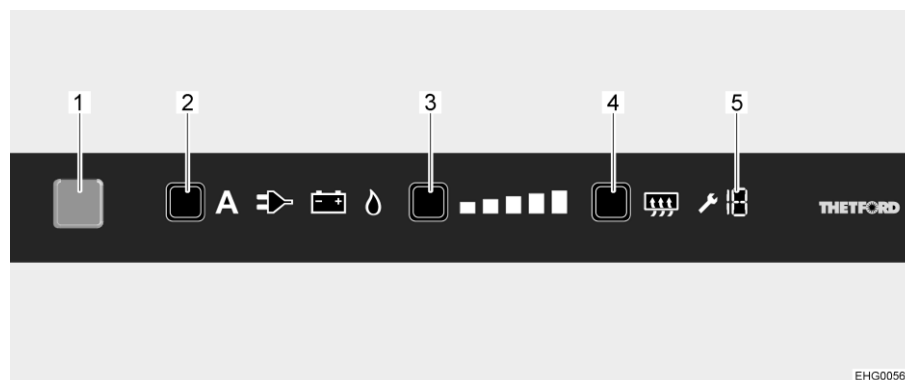

Fig. 148 Touchscreen LCD
- Premere il tasto On/Off (Fig. 148,1) per 1 secondo. Il tasto si illumina di blu. Viene visualizzata l'ultima impostazione selezionata.
- Premere il tasto di selezione energia (Fig. 148,2) più volte, fino a che risulta selezionata la fonte energetica desiderata.
- Premere il tasto del livello di refrigerazione (Fig. 148,3) più volte, fino a che risulta selezionato il livello di refrigerazione desiderato. Il livello di refrigerazione attuale viene indicato dalle barre luminose.
- Premere il tasto On/Off (Fig. 148,1) per ca. 2 secondi. Tutte le spie si spengono. Il frigorifero è spento.